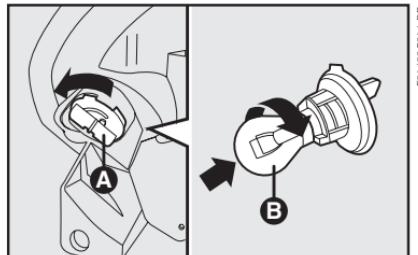

fig. 18
Delanteras - fig. 18
- quite la tapa/portalámpara **A**-fig. 18, girándola en sentido antihorario;
- quite la lámpara **B**-fig. 18 empujándola ligeramente y girándola en sentido antihorario y sustitúyala;
- monte la tapa/portalámpara **A**-fig. 18 girándola en sentido horario, comprobando el correcto bloqueo.